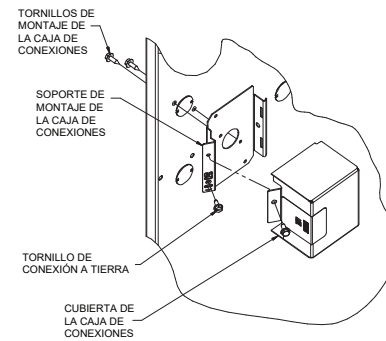

Fig. 35 – Instalación de la caja de conexiones (cuando se usa)
La cubierta de la caja de conexiones, el soporte de montaje y los tornillos se envían con el calefactor en la bolsa de piezas sueltas. Consulte la Fig. 35 para ver las ubicaciones de montaje de la caja de conexiones.
- Instale el soporte de montaje de la caja de conexiones en el interior de la carcasa del calefactor. Consulte la Fig. 35.
- Conecte el cable de conexión a tierra in situ y el que se suministra de fábrica al tornillo verde de conexión a tierra en el soporte de montaje de la caja de conexiones como se muestra en la Fig. 35.
- Conecte la cubierta de la caja de conexiones del calefactor al soporte de montaje con los tornillos que se encuentran en la bolsa de piezas sueltas. No preñe los cables entre la cubierta y el soporte. Consulte la Fig. 35.